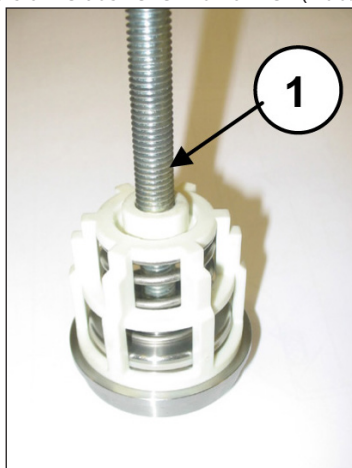

Abb. 37
- Bauen Sie die Saug- und Druckventilgruppen durch Anziehen einer Schraube M10 ausreichender Länge aus, um die Ventilscheibe betätigen und die Ventilführung aus dem Ventilsitz herausziehen zu können (Abb. 37, Pos. ①).